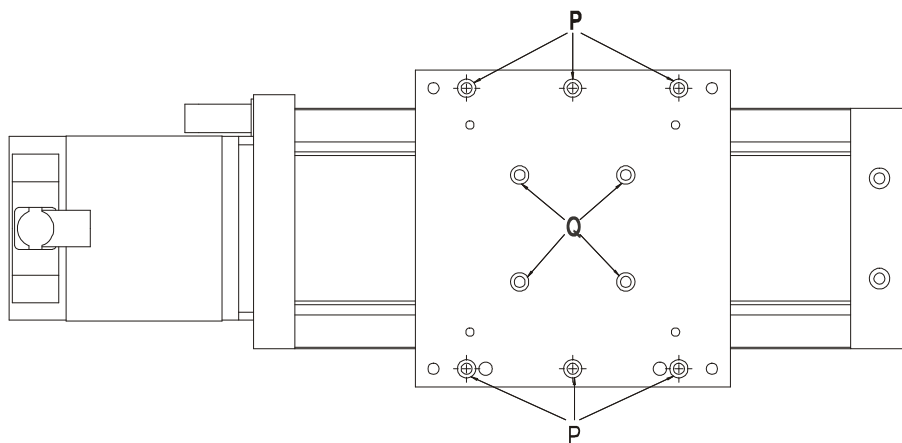

Abbildung 33: Draufsicht Lineareinheit
- Spannklötze durch Lösen der Befestigungsschrauben (**P**) (siehe *Abbildung 33, Seite 34*) von der Schlittenplatte trennen und zur Endplattenseite hin herausziehen
- Schlitten durch Lösen der Befestigungsschrauben (**Q**) vom Mitnehmer trennen, (siehe *Abbildung 33, Seite 34*)